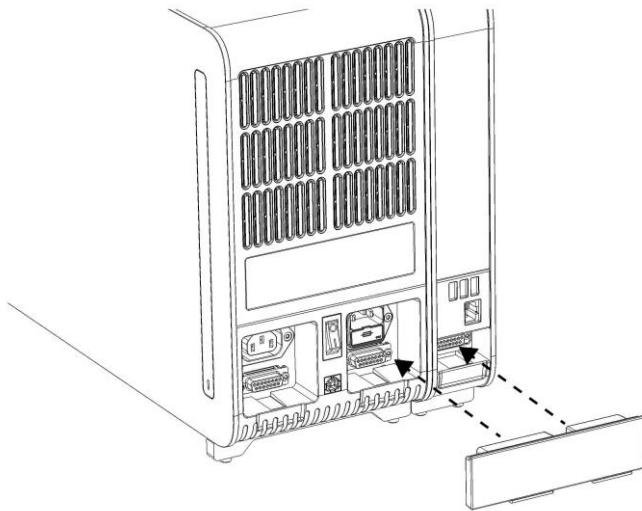

图 8. 连接分析/操作模块桥。
5. 连接 QIAstat-Dx Analyzer 1.0 背面的分析/操作模块桥，使操作和分析模块连接到一起（图 8）。